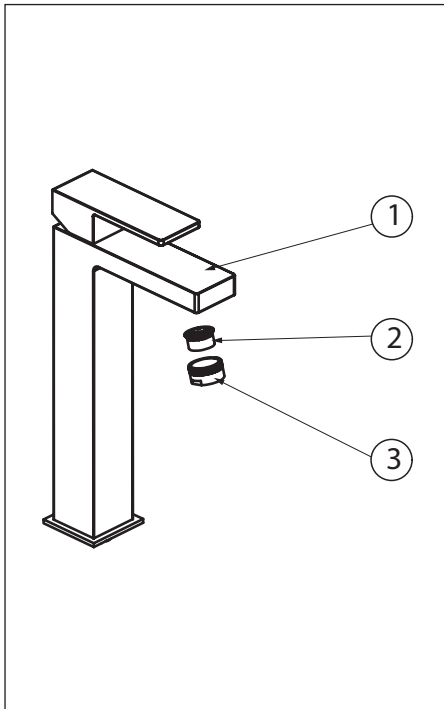

Fig.4
To clean the aerator (2), unscrew the aerator case (3) from the spout. Then pull out the aerator and soak it in a vinegar and water solution to remove lime build-up. Once parts have been cleaned, reassemble by reversing steps Fig.4.
Pour nettoyer l'aérateur (2), dévisser le boîtier de l'aérateur (3) du robinet. Ensuite, enlever l'aérateur et le tremper dans un mélange de vinaigre et d'eau pour retirer le calcaire qui pourrait s'y être accumulé. Une fois les pièces nettoyées, inverser les étapes pour réassembler l'aérateur. Fig.4.